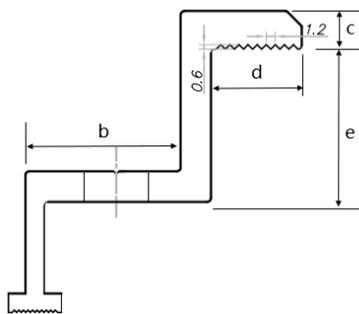

Abb. 15 Querschnitt-Diagramm der Randklemme
- ⑦ Um zu verhindern, dass sich die Module nach der Installation von der Befestigungsvorrichtung lösen können, sollten Sie Rand- und Mittelklemmen wählen und Kontakt zur A-Seite des Rahmens mit Nutenmustern herstellen. Es wird vorgeschlagen 9 Rillen mit einem Abstand zwischen 2 benachbarten Rillen von 1,2 mm und einer Tiefe von 0,6 mm, wie in Abbildung 15 dargestellt, zu haben.